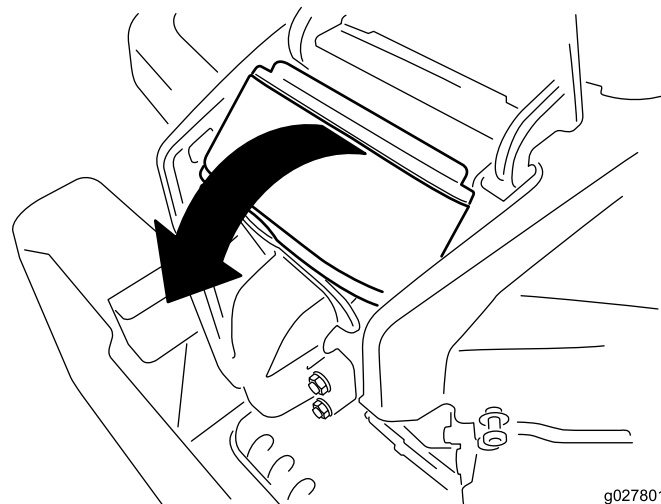

Bild 43
4. Heben Sie die Abdeckung an und drehen den Luftfilter aus dem Motor (Bild 43).